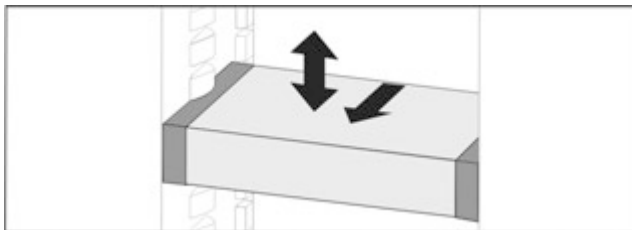

*Fig. 30*
- ▶ Вставити на будь-якій висоті *Fig. 30 (1)* або *Fig. 30 (2)*.